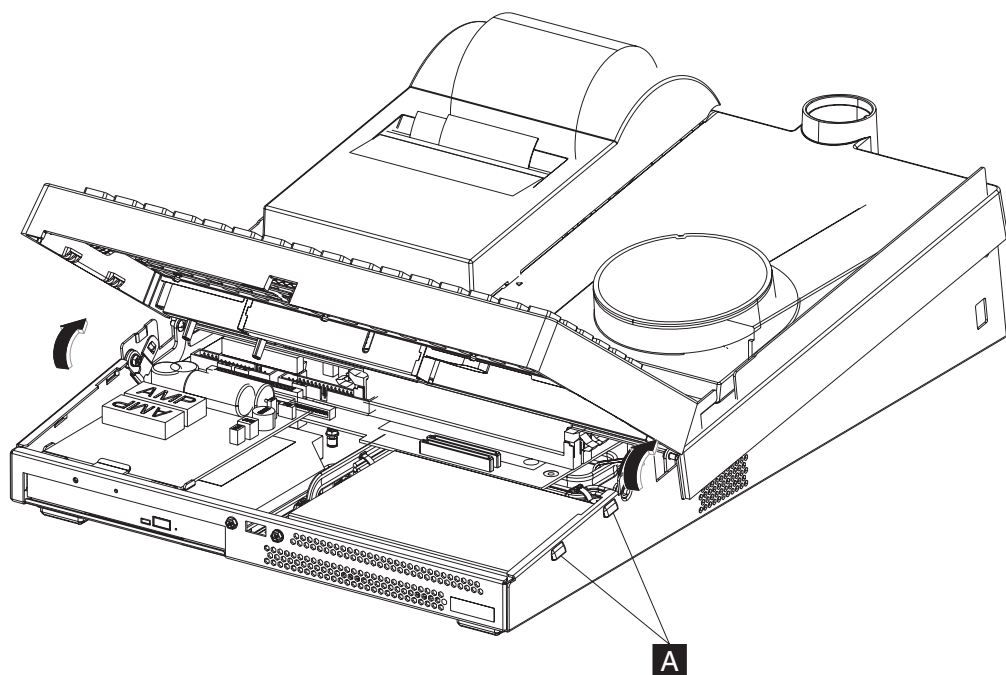

图 14. 从两侧向外拉以松开锁定夹。
2. 通过将外盖按图 14 中显示的位置从 SurePOS 100 机架的外盖边缘正下方轻轻拉出，松开键盘两侧的锁定夹 **A**。